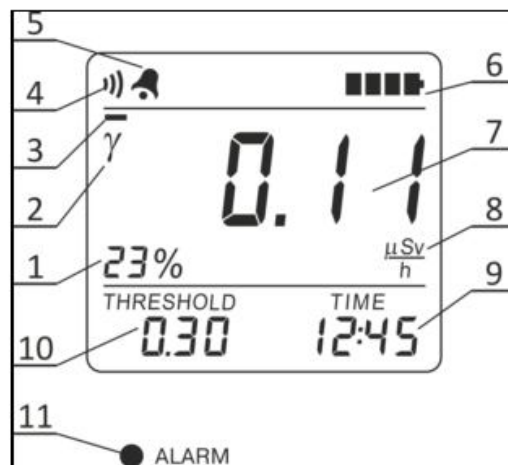

図3 測定器の液晶画面
操作モードに関係なく、測定器は電池状態を常に表示します。電池状態は 4 つに区切った棒マーク (7) が液晶画面に表示されます（図 3）。点滅している棒の数で電池の消耗を表示します。3 本か 4 本の棒マーク点滅時に短い音声信号を発信します。これは乾電池を交換しなければいけないことを示しています。
このモードで測定器は液晶画面に以下の情報を表示します。(図3) :
DER 測定結果が警報しきい値 (10) を超えた場合、測定器は 2 音階の音声を出し、赤色 LED の “ALARM” (11) が点滅し始めます。測定結果が測定器の液晶画面上で点滅し始めます。断続的で段階的 (左から右へ) に音声マークの部分 (4) をハイライトし、超過したしきい値レベル也表示します (図3)。